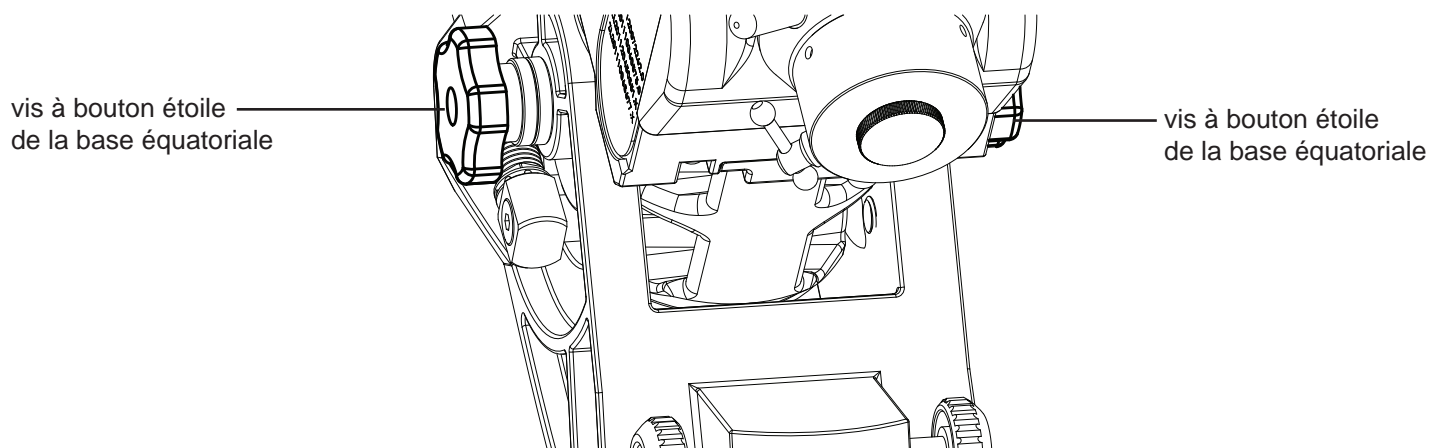

Fig. 2.3a
1. Desserrez les 2 vis à bouton étoile situées de part et d'autre de la base équatoriale (Fig. 2.3a).